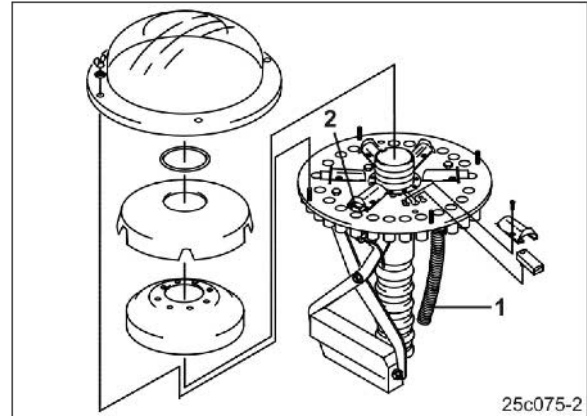

Fig. 130
- Die Saatleitungsrohre (Fig. 130/1) der Fahrgassenschare müssen an den Verteilerkopfföffnungen befestigt sein, die von den Schiebern (Fig. 130/2) geschlossen werden können.
Zum Anlegen von zwei Spuren können pro Spur im Verteilerkopf von den Schiebern (Fig. 130/2) geschlossen werden.
- Nicht benötigte Schieber (Fig. 130/2) deaktivieren.